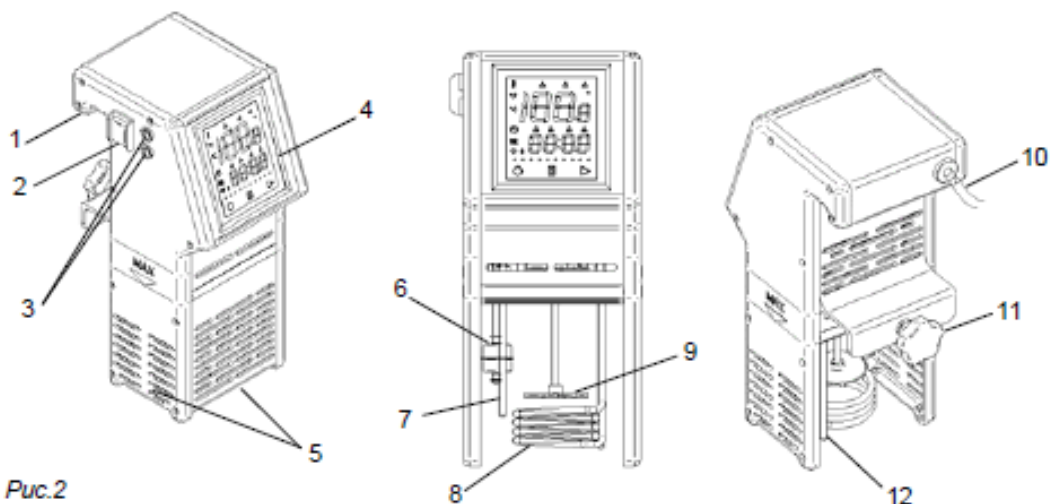
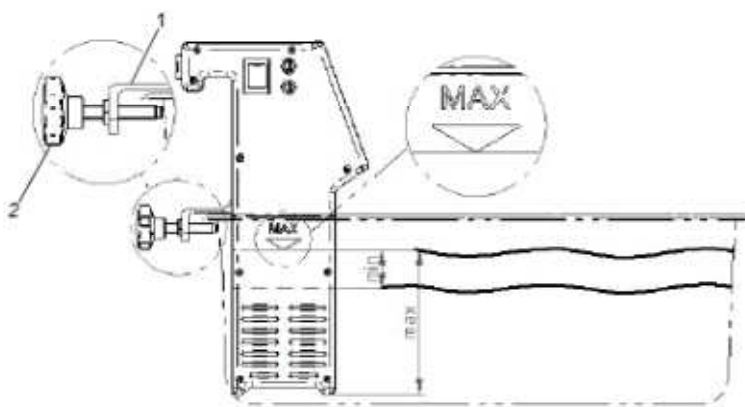

Рис.2
Рис.5
- **Защитное ограждение нагревательного элемента (поз. 5, рис.2):** служит для предотвращения касания нагревательного элемента и крыльчатки, которое могло бы привести к серьезным травмам оператора.
- **Автоматическое защитное устройство для предотвращения работы без воды (поз.6, рис.2):** если уровень воды меньше минимальной отметки (см.рис.5), работа аппарата прекращается, а на дисплей выводится сообщение об ошибке (H2O).
- **Устройство блокировки (поз.7 и 12, рис.2):** когда показания двух датчиков температуры различны вследствие неисправности одного из них, работа аппарата прекращается, а на дисплей выводится сообщение об ошибке (PROB).
Термостат погружной ASV WI-FOOD предназначен для использования с обычными ваннами стандарта Gastronorm 1/1 или 2/1 Н. 200 (как показано на рис.5) или, в более общем случае, с ваннами максимальной емкостью 80 л и максимальной глубиной 200 мм.
Аппарат должен устанавливаться на краю ванны с помощью специального профиля (поз.1, рис.5) и плотно крепиться к нему с помощью ручки (поз.2, рис.5).
ВНИМАНИЕ! Тщательно соблюдайте указания и не превышайте отметку **максимального уровня**, нанесенную на стенки аппарата (см. рис.5) во избежание брызг при заполнении ванны и погружении пакетов.